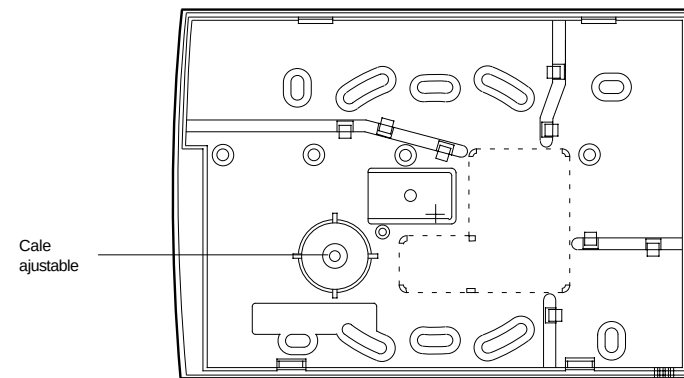

Figure 6. Embase du clavier 9930
L'embase du clavier 9930 comporte une cale ajustable qui doit être utilisée afin de vérifier que le contact d'autoprotection fonctionnera correctement si le clavier doit être installé sur une surface inégale. La figure 6 ci-dessous représente l'embase du clavier ainsi que la position des trous de fixation.
2. Maintenir l'embase contre le mur et marquer l'emplacement du trou central dans la cale ajustable (se reporter à la figure 6).